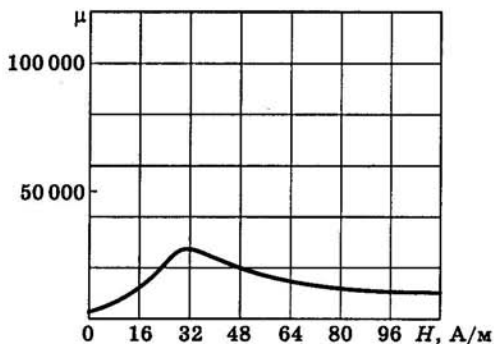

Рис. 5.2. Зависимость магнитной проницаемости чистого железа от напряженности магнитного поля
5.3. Используя графическую зависимость магнитной проницаемости μ чистого железа от напряженности магнитного поля H (рис. 5.2), определите зна-